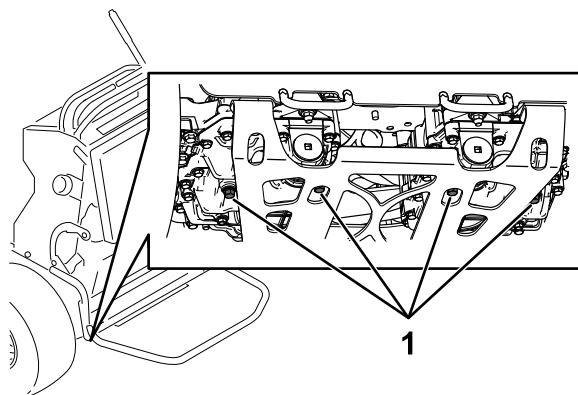

Рисунок 80
3. Найдите пробки сливных отверстий в нижней части трансмиссии и установите сливной поддон под пробку (Рисунок 80).